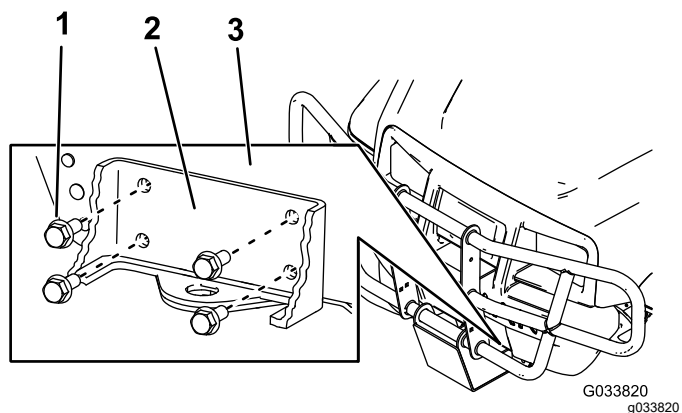
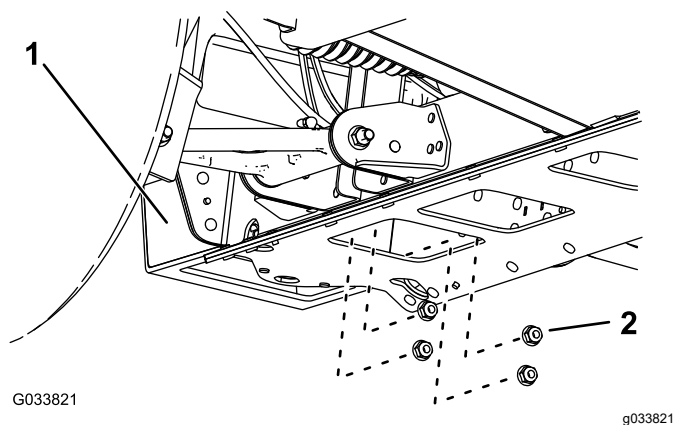

図 4
図 5
6. **図 4**と**図 5**に示すように、ボルト (5/16 x 3/4") 4本とナット (5/16") 4個を使って、ブラシガードをバンパーマウントブラケットに固定する。